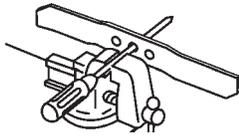

Bild 26
1. Prüfen Sie die Wucht des Messers, indem Sie das mittlere Loch im Messer über einen Nagel oder einen Schraubenzieherschaft hängen, den Sie horizontal in einen Schraubstock einklemmen (Bild 26).